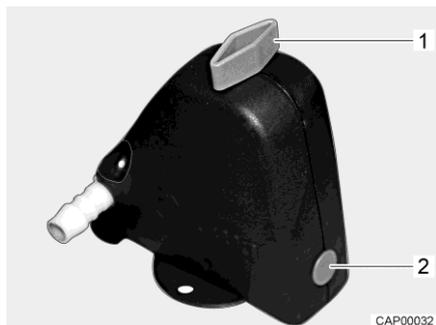
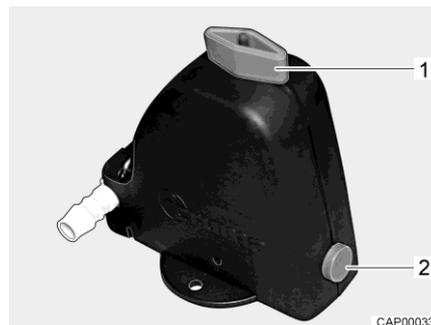

Fig. 92 Valvola di sicurezza/di scarico chiusa
Fig. 93 Valvola di sicurezza/di scarico aperta
- Aprire la valvola di sicurezza/di scarico (Fig. 92). A tal fine ruotare la manopola (Fig. 92,1) nel senso della lunghezza della valvola di sicurezza/di scarico. Il bottone automatico (Fig. 92,2) scatta all'infuori. La valvola di sicurezza/di scarico aperta è rappresentata in Fig. 93.